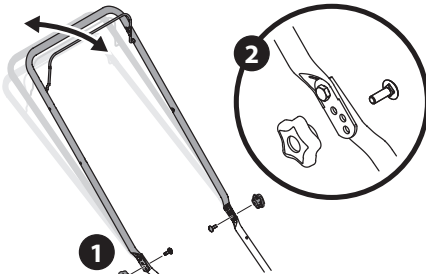

Figura 10
1. Extraiga las tuercas de aletas y los pernos de carro de la manija (Figura 10).
2. Coloque la manija en una de las tres posiciones que sea más cómoda. Consulte el recuadro de la Figura 10.